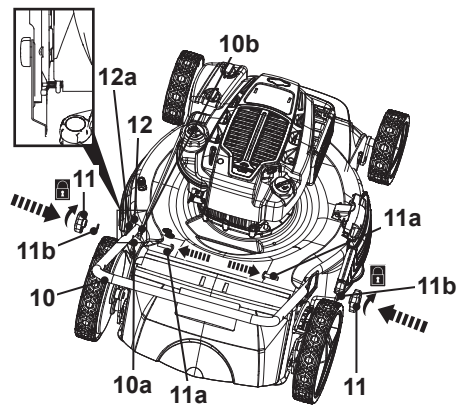

Fig. 2
3. Aligner les trous de montage (10a, 12a) du guidon inférieur (10) avec les deux supports de poignée (12) et s'assurer que l'ergot (12b) du support de poignée (12) est engagé dans le trou de positionnement (10b) des deux côtés du guidon inférieur (10) (Fig. 2, étape 1).
4. Faire passer le boulon de fixation (11a) dans les trous de montage (10a, 12a) jusqu'au bout (Fig. 2, étape 2), puis fixer la rondelle (11b) et le bouton de verrouillage (11).
5. Fixer le guidon inférieur (10) aux supports de poignée (12) en tournant le bouton de verrouillage (11) dans le sens horaire pour le serrer (Fig. 2, étape 3). Vérifier que le câble de traction (7), le câble de vitesse (8) et le câble de frein (9) se trouvent sur la partie supérieure du guidon inférieur (10).